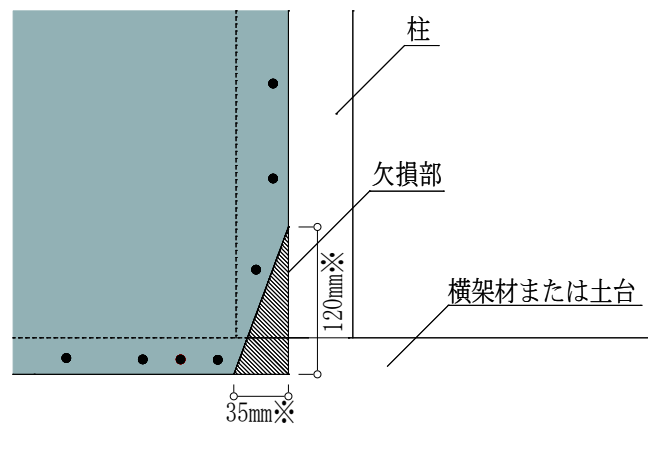

図 22 欠損部補強例（山形プレート等）
⑧面材の欠き込みについて
- ・タイガーEX ハイパー耐力壁は欠損部がないことを原則としておりますが、土台、横架材（梁、胴差、桁）の交差部分に補強金物（山形プレート等）を取り付ける場合や、直交梁等によりタイガーEX ハイパーのくぎ打ち部分に欠損部が生じる場合については、自社試験において、欠損のない仕様と同等以上の性能を確認しております。詳細については、図 22、23 および P33 の QR コードからアクセス可能な技術資料を参照してください。
※図 22、23 の欠き込み寸法は実験値です。現場での欠き込み寸法や納め方については、技術資料をご確認の上、設計士様にてご判断ください。